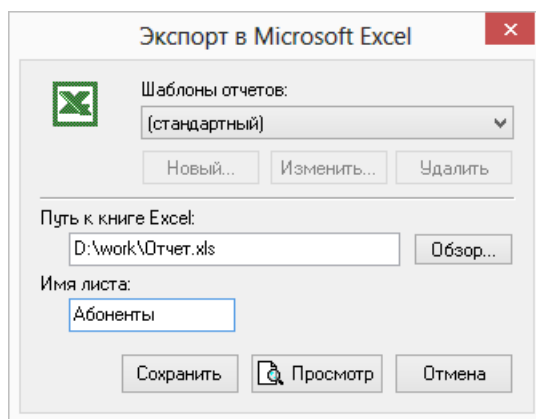

Рисунок 16.21. Диалог экспорта в Excel
1. Нажмите кнопку . Появится диалог экспорта в MS Excel. (смотрите Рисунок 16.21, «Диалог экспорта в Excel»).